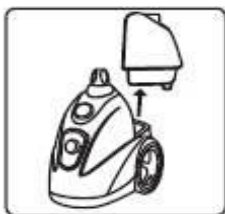

fig.10
1. Verificare che la stiratrice non sia collegata alla corrente. Rimuovere il serbatoio dell'acqua dal base dell'apparecchiatura tirando la maniglia v l'alto. (fig.10)